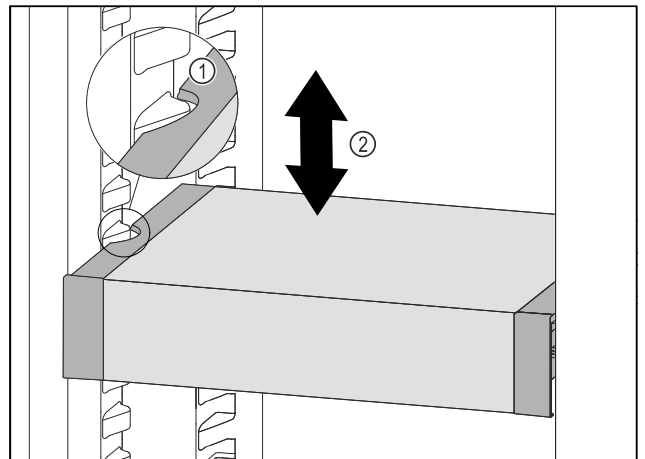

Fig. 105
- ▶ Tire del VarioSafe hacia delante hasta que los huecos laterales del VarioSafe se encuentren a la altura de la nervadura del recipiente en el compartimiento del frigorífico. Fig. 105 (1)
- ▶ Mueva el VarioSafe hacia arriba o hacia abajo en el compartimiento del frigorífico hasta alcanzar la altura deseada. Fig. 105 (2)